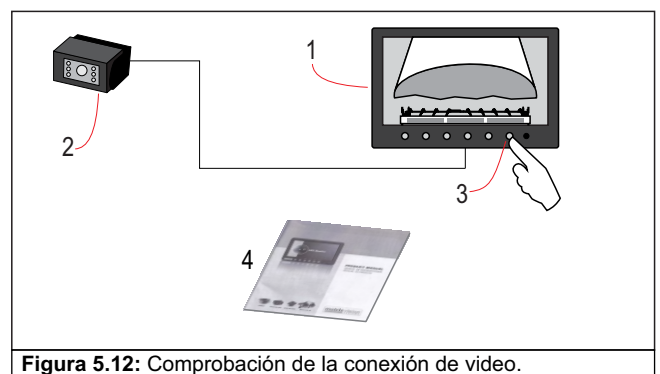

Figura 5.12: Comprobación de la conexión de video.
- Observando en la Figura 5.12, comprobar correcta conexión del sistema de video, pulsando sobre el **botón POWER (3)** en el **monitor (1)**.